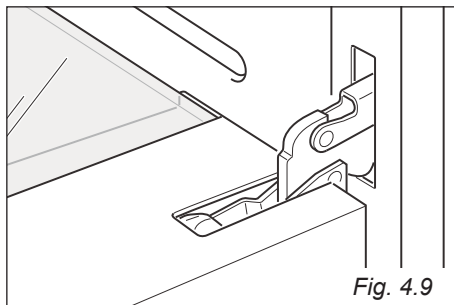

Fig. 4.9
- Aprire completamente la porta del forno (fig. 4.9).